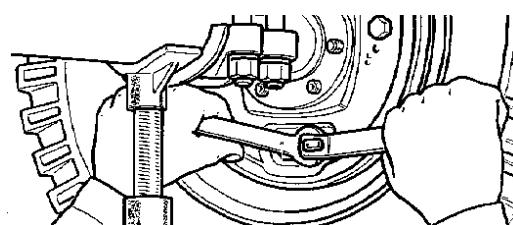

Рис. 13.10. Регулировка тормозных колодок заднего колеса опорными пальцами
3. Нажимая на педаль с постоянным усилием 120-150 Н (12-15 кгс), поверните опорные пальцы так, чтобы концы колодок со стороны пальцев упирались в тормозной барабан (рис. 13.10). Момент соприкосновения колодок с барабаном определите по увеличению сопротивления при поворачивании опорного пальца. В этом положении затяните гайки опорных пальцев, следя за тем, чтобы при этом не повернулись пальцы. Момент затяжки гаек 43 - 61 Н · м (4,3 - 6,1 кгс · м).